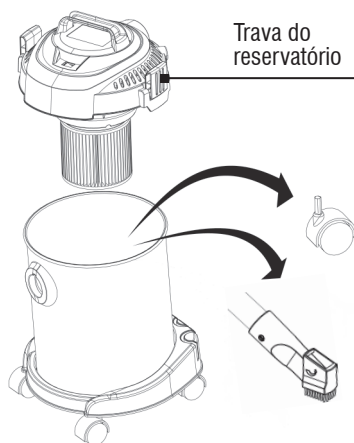

Fig. 2 – Acessórios para montagem
- Para iniciar a montagem do Aspirador de Pó VONDER abra o reservatório de pó e retire os acessórios, conforme mostra a Fig. 2.